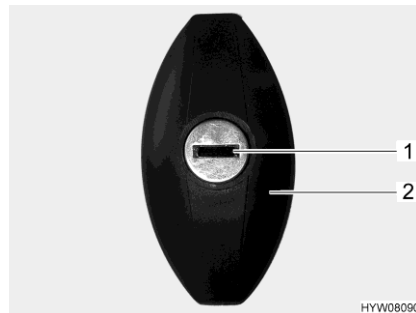

Bild 37 Lucklås
- Stick in nyckeln i låscylindern (Bild 37,1) och vrid ett halvt varv moturs. Låshandtaget (Bild 37,2) frigörs.